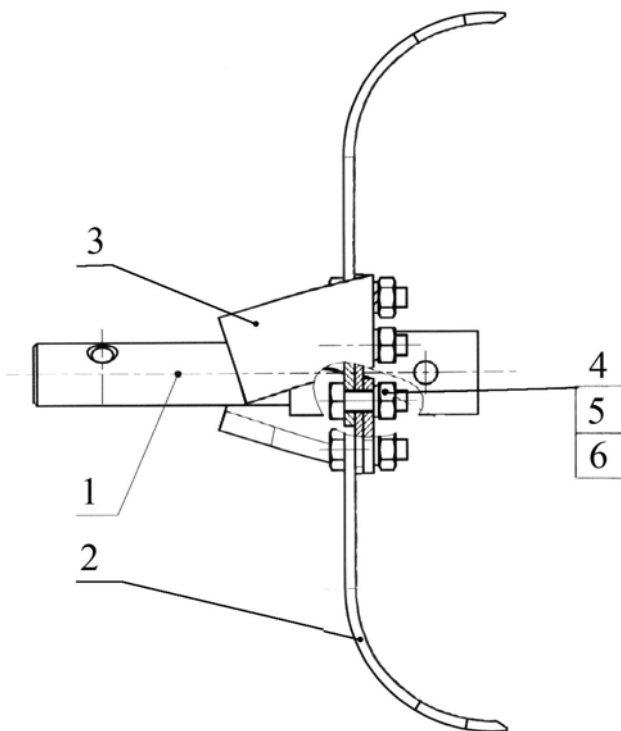
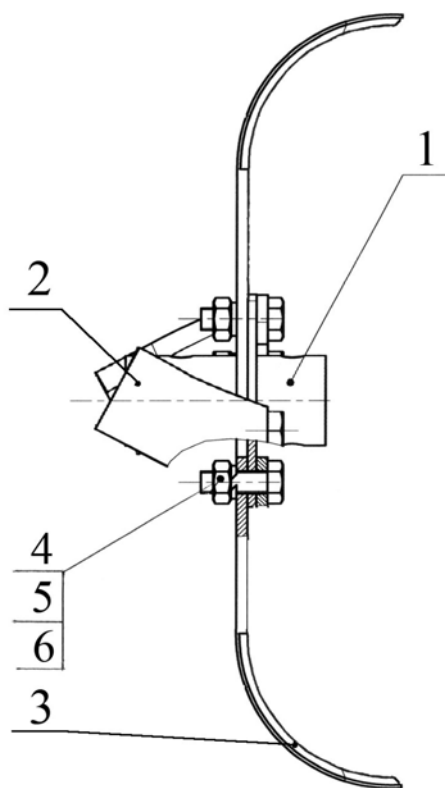

Рис.1.
Рис.2.
5.1 Соберите левый КМБ1.001.010.4 (промаркирован буквой «Л») и правый культиватор КМБ1.001.010.4-02 (промаркирован буквами «ПР»): закрепите ножи 2 и 3 на валике 1 с помощью болтов 4, гаек 5 и шайб 6 (Рис.1).
5.2 Соберите левую КМБ1.001.030.1 (маркировка буквами «Л») и правую фрезу КМБ1.001.030.1-01(маркировка буквой «ПР»): закрепите ножи 2 и 3 на втулке 1 с помощью болтов 4, гаек 5 и шайб 6 (Рис.2).
- 1 - Культиватор КМБ1.001.010.4 (см. рис. 1); 2 - Фреза КМБ1.001.030.1 (см. рис. 2);
1 - Культиватор КМБ1.001.010.4 (см. рис. 1); 2 - Фреза КМБ1.001.030.1(см. рис. 2); 3 - Шпонка КМБ1.001.025; 4 - Диск; 5 - Болт М10-6g х 55.58.016 ГОСТ 7798-70; 6 - Гайка М10-6Н.5.016 ГОСТ 5915-70; 7 - Шайба А. 10.01.016 ГОСТ 11371-78; 8 - Шайба 10.65Г.016 ГОСТ 6402-70
- 1 - Культиватор КМБ1.001.010.4 (см. рис. 1); 2 - Фреза КМБ1.001.030.1(см. рис. 2);